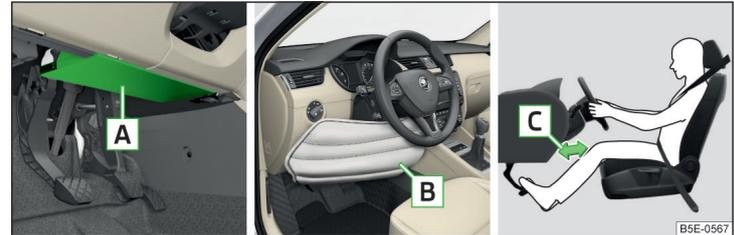

Abb. 10 Einbauort des Airbags / Gasgefüllter Airbag / Sicherer Abstand der Beine zur Schalttafel
Der Fahrer-Knieairbag **A** ist im unteren Teil der Schalttafel unter der Lenksäule untergebracht » **Abb. 10**.
- Den Fahrersitz in Längsrichtung so einstellen, dass der Abstand der Beine **C** zur Schalttafel im Bereich des Knieairbags mindestens 10 cm beträgt » **Abb. 10**. Falls es aus Gründen der Körpergröße nicht möglich sein sollte, diese Bedingung zu erfüllen, dann ist ein Fachbetrieb aufzusuchen.